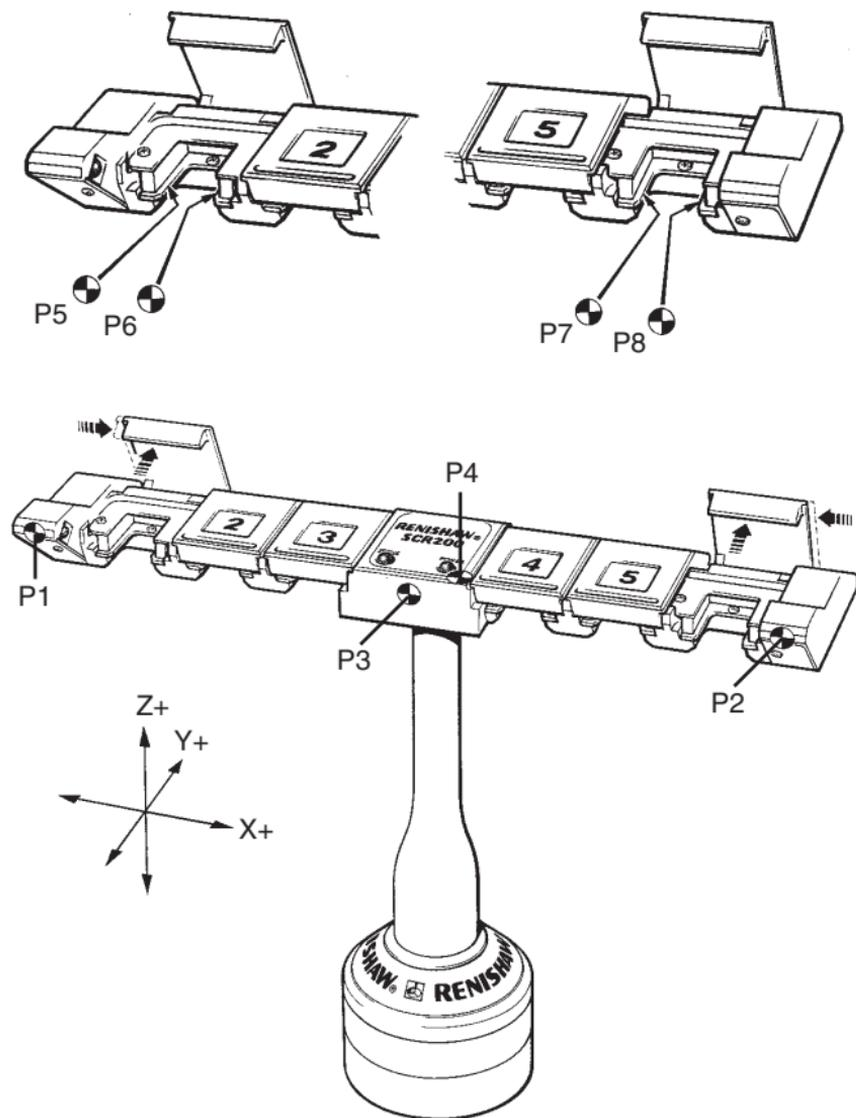

Figure 15 - Alignement du rack SCR200
- Prenez les points P1 et P2 (voir la Figure 15).
Les instructions suivantes supposent que des points de palpation non compensés sont pris. Les positions cibles de changement de module porte-stylet sont donc données en coordonnées machine absolues. Le système d'axe X, Y, Z représente les axes du rack comme indiqué en Figure 15.
7.3.1 Détermination de la profondeur d'accostage (Y)
- Prenez point P3 (voir la Figure 15).
7.3.2 Détermination de la hauteur d'accostage (Z)
- Prenez le point P4 sur la face supérieure (voir la Figure 15), en veillant à ne pas prendre ce point sur l'étiquette.
- Voir la Figure 15.